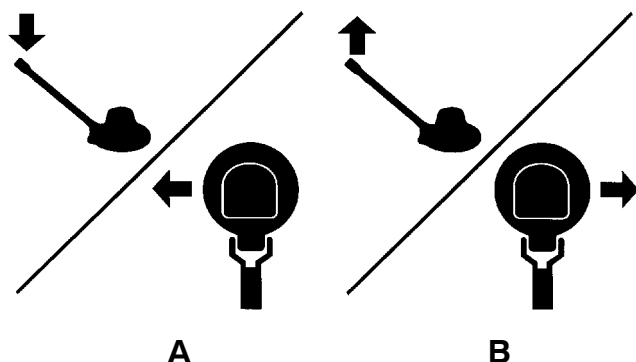

図6
6. 本機を左 (A) に進ませるには、ハンドルを軽く下げます。本機を右 (B) に進ませるには、ハンドルを軽く上げます。左右の動きで本機を操作します (図6)。